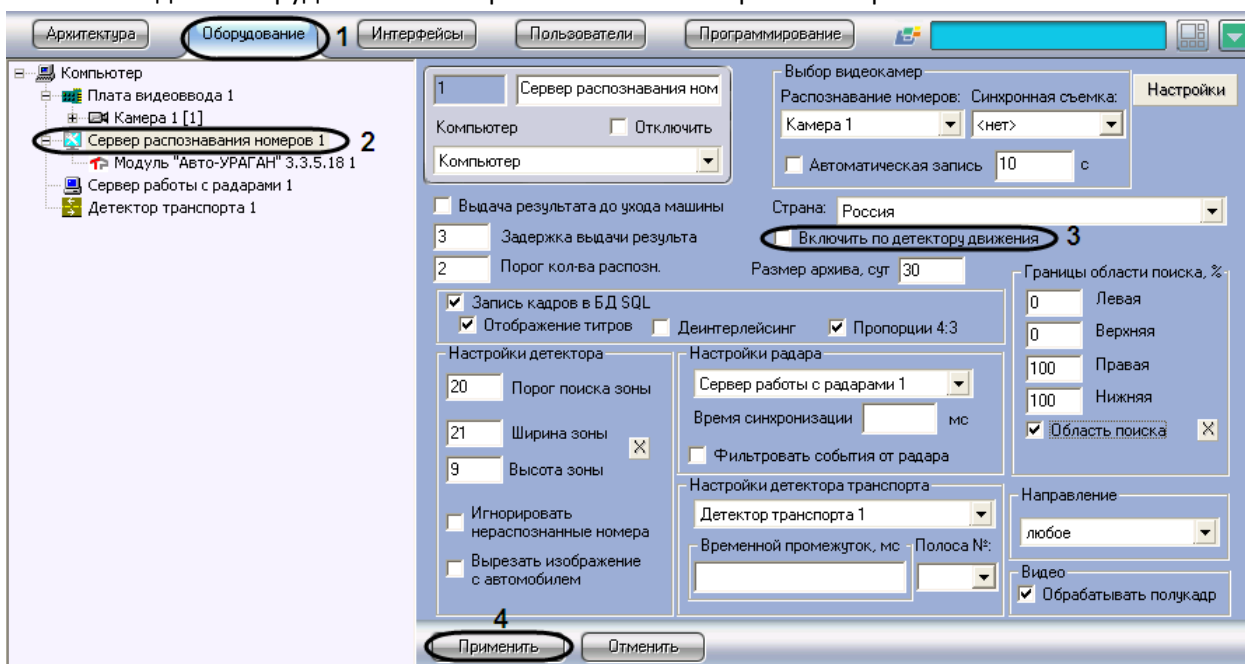

Рис. 7.2-17. Настройка совместной работы Сервера распознавания номеров и детектора движения ПК «Интеллект»
1. В диалоговом окне «Настройка системы» перейти на вкладку «Оборудование» (см. Рис. 7.2-17, 1).
2. В дереве объектов на вкладке «Оборудование» выбрать объект «Сервер распознавания номеров», соответствующий активированному программному модулю «Авто-УРАГАН 3.3.5.18», «САРМЕН-паркинг» или «САРМЕН-Авто» (см. раздел «Активация программного модуля, используемого для распознавания номеров», Рис. 7.2-17, 2). В правой части вкладки «Оборудование» отобразится панель настройки выбранного объекта
3. Установить флажок «Включить по детектору движения» для активации функции совместной работы Сервера распознавания номеров и детектора движения ПК «Интеллект» (см. Рис. 7.2-17, 3).
4. Нажать кнопку «Применить» (см. Рис. 7.2-17, 4).